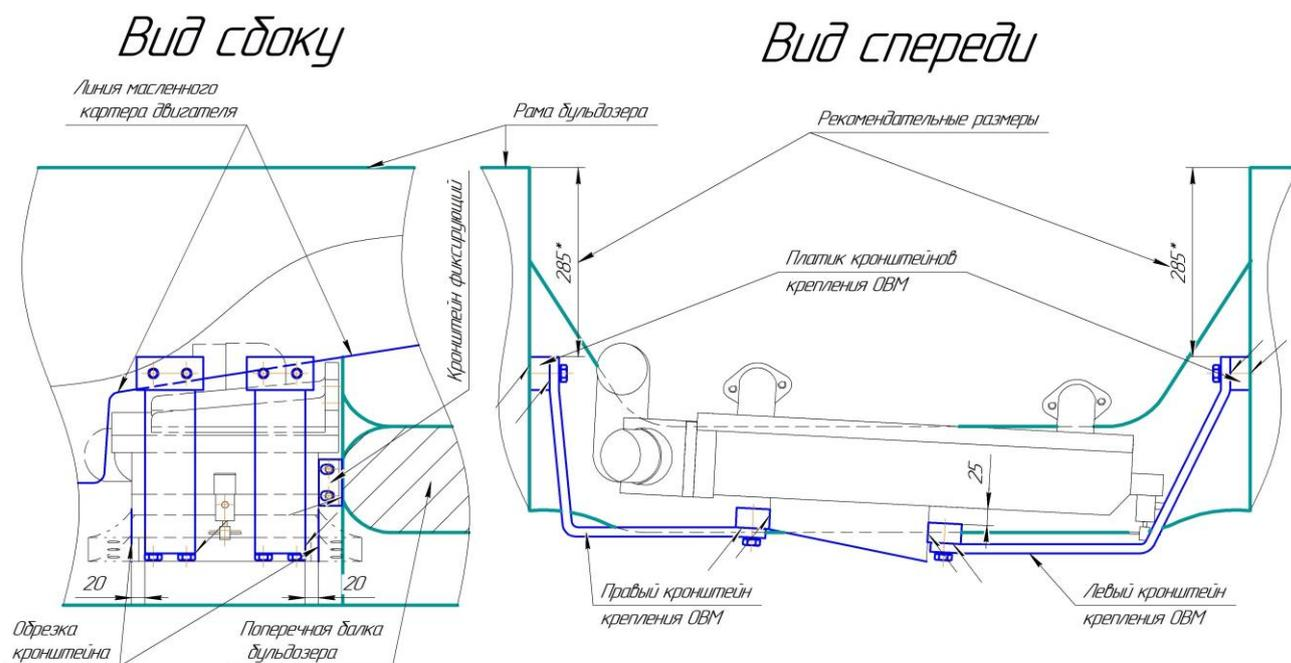

Рис. 3 Расположение ОВМ в раме бульдозера
- На ОВМ обрезать кронштейны как указано на рис.3.
- Прикрутить фиксирующий кронштейн ОВМ к охладителю (смотри Вид сбоку рис.3), но болты крепления кронштейна сильно не затягивать
- Четыре платика кронштейнов ОВМ приварить к кронштейну как указано на рис.3
- ОВМ должен касаться поперечной балки бульдозера (смотри Вид сбоку рис.3)
- **ВАЖНО:** при опускании двигателя смотреть, чтобы масляный картер двигателя ТМЗ не касался охладителя ОВМ (смотри Вид сбоку рис.3). Если имеется касание, то нужно приопустить ОВМ на нужную высоту, срезав пластики кронштейнов ОВМ и прихватив их снова к лонжеронам бульдозера с касание ОВМ к поперечной балки бульдозера;